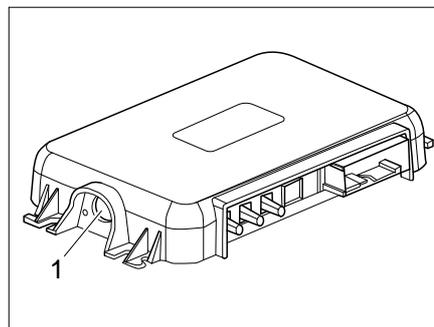

Bild 276 Kopplungstaste am SCU
- Kopplungstaste des SCU (Bild 276,1) drücken.